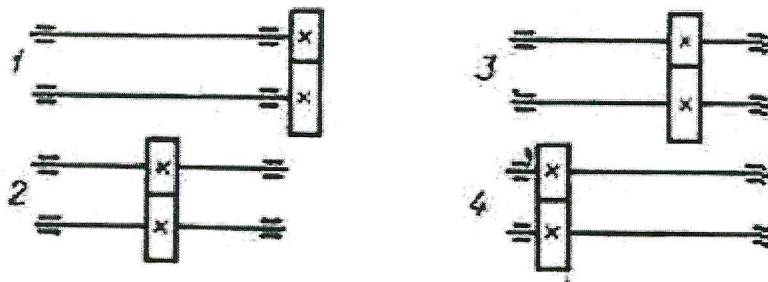

Рис.6.
78. Для какой из приведенных передач следует назначить самый большой коэффициент распределения нагрузки по длине зуба (рис. 6)?